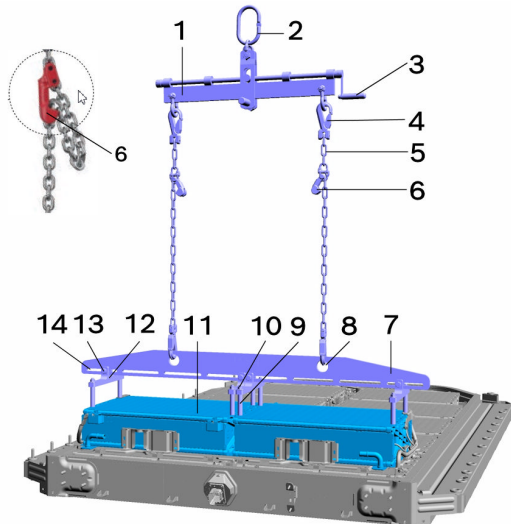

Bild 7: Lyft av ett par av batterimoduler
2. Använd förkortningskrokarna (6) för att justera längden på kedjeslingorna (5) enligt Bild 7.